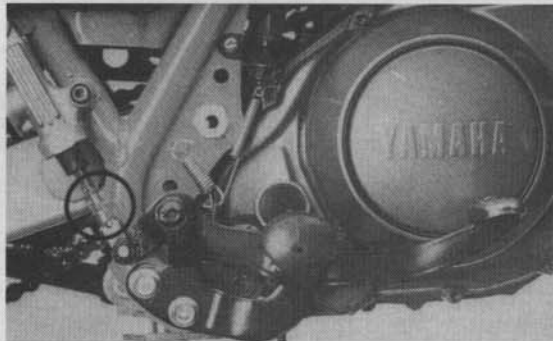

Bild 44
- Zur Einstellung des Bremspedals Gegenmutter in Bild 44 lösen und durch Verdrehen der Spindel Pedallage einstellen. Anschliessend wieder kontern.